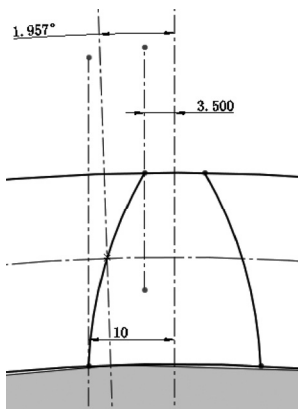

图 8-35 镜像草图
⑩ 镜像图形。按住〈Ctrl〉键，选择三点圆弧和通过原点的竖直中心线。单击“草图”控制面板中的“镜像实体”按钮，将三点圆弧以竖直中心线为镜像轴进行镜像复制，如图 8-35 所示。